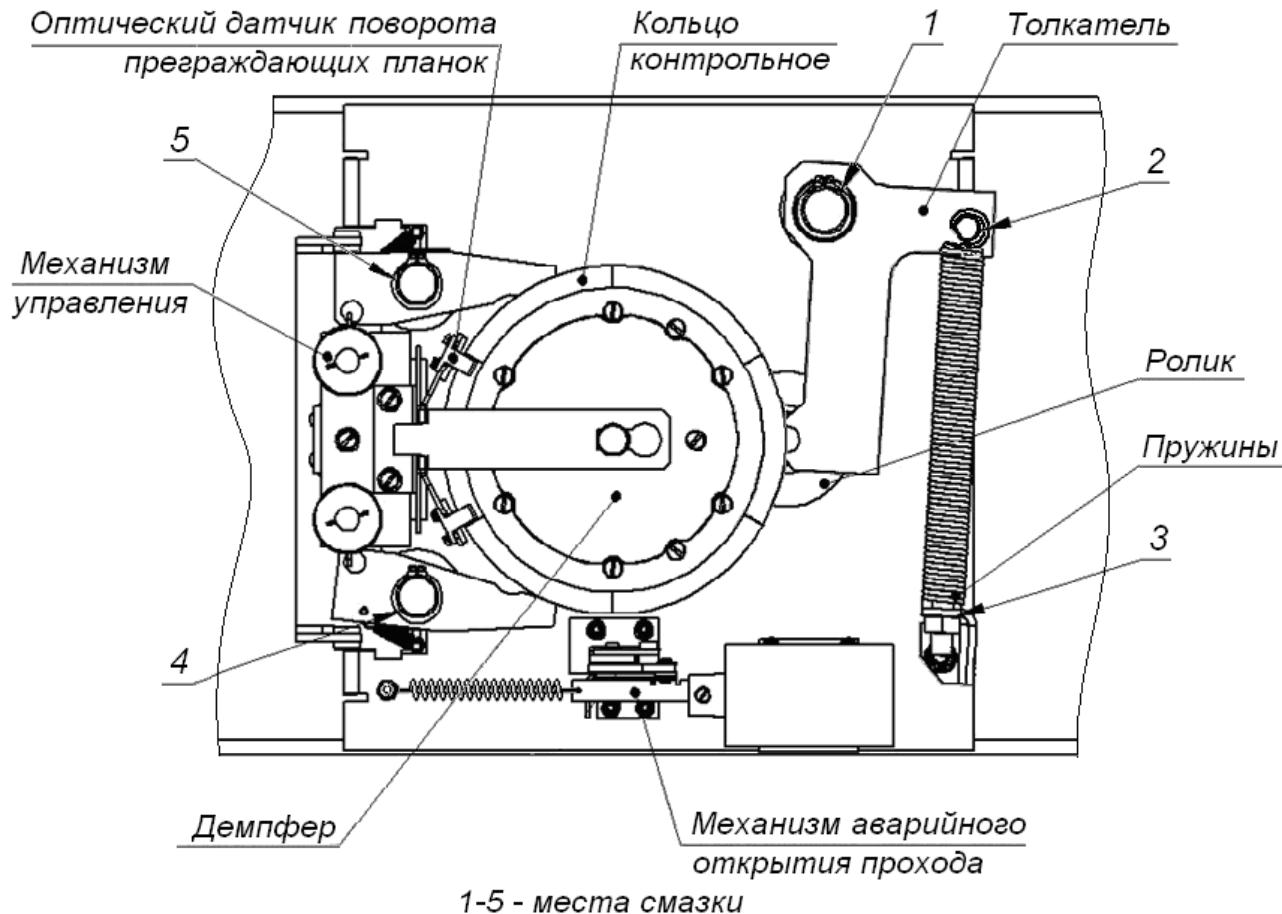

Рисунок 14. Расположение внутренних деталей и узлов механизма турникета
- Снимите крышку (3) в порядке, указанном в разд. 6.
- Осмотрите устройство доворота (толкатель, пружины и ролик), оптические датчики поворота преграждающих планок и демпфирующее устройство (см. рис. 14).
- Выполните смазку узлов трения механизма турникета смазкой ШРУС-4. Не допускайте попадания смазки на поверхность кольца диска контрольного и на ролик. Смазку производите в следующих точках (см. рис. 14):
- Проверьте крепление преграждающих планок (5) в шарнирных узлах турникета и, при необходимости, подтяните крепежные винты.
10. Установите на место крышку (3) (см. разд. 6) и зафиксируйте ее винтом.